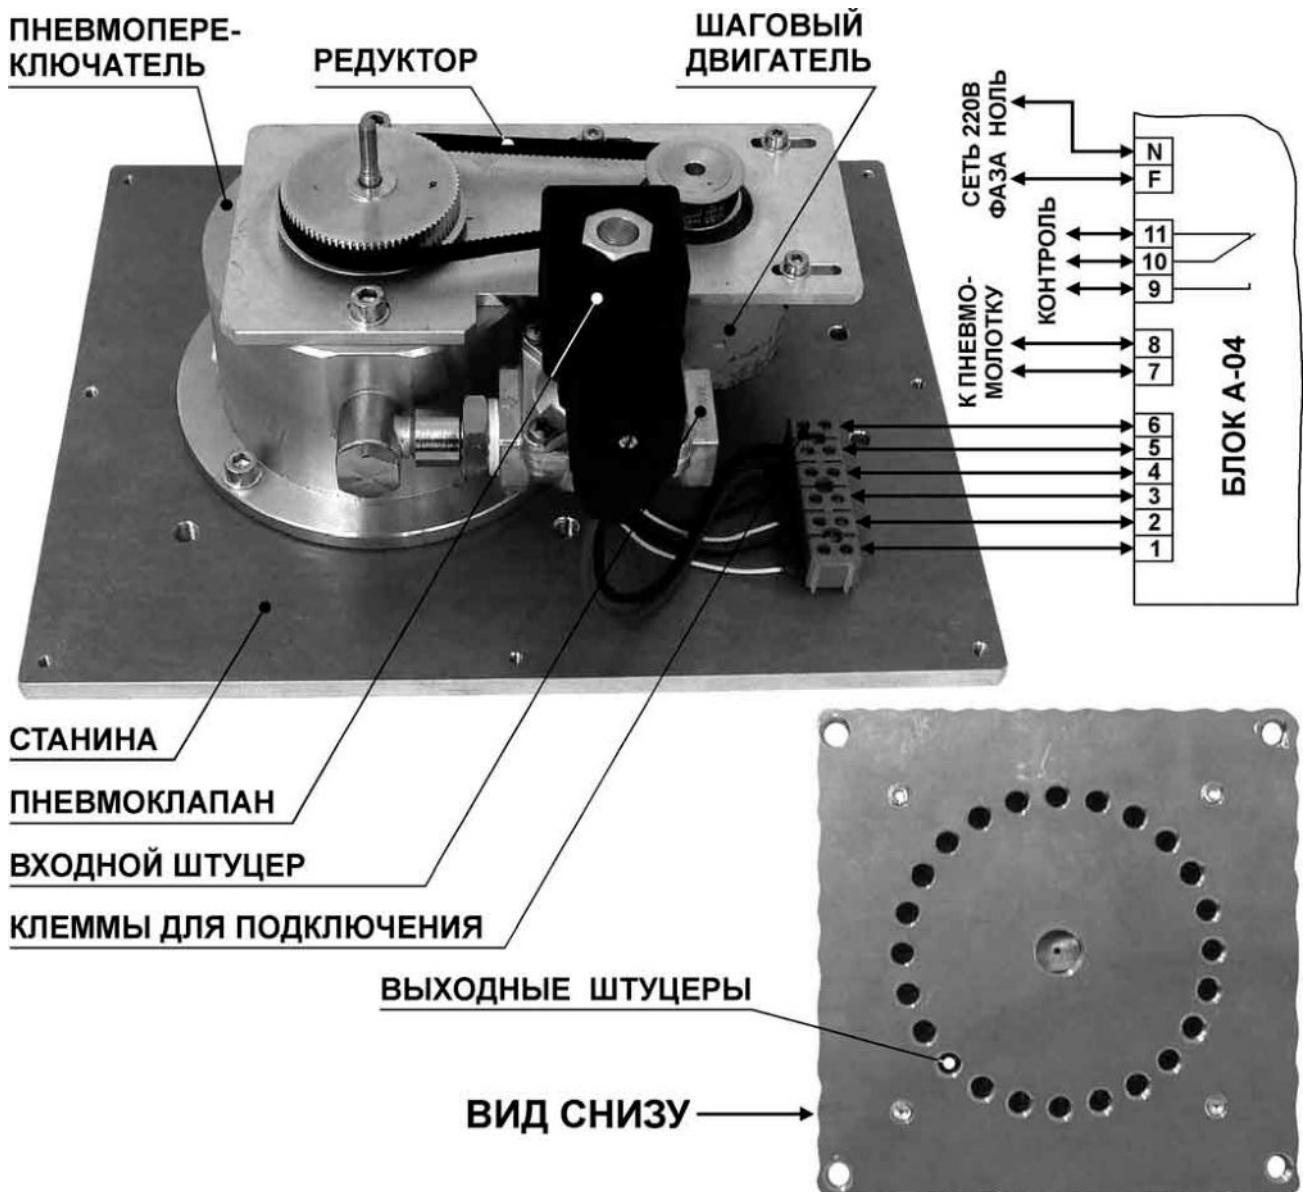
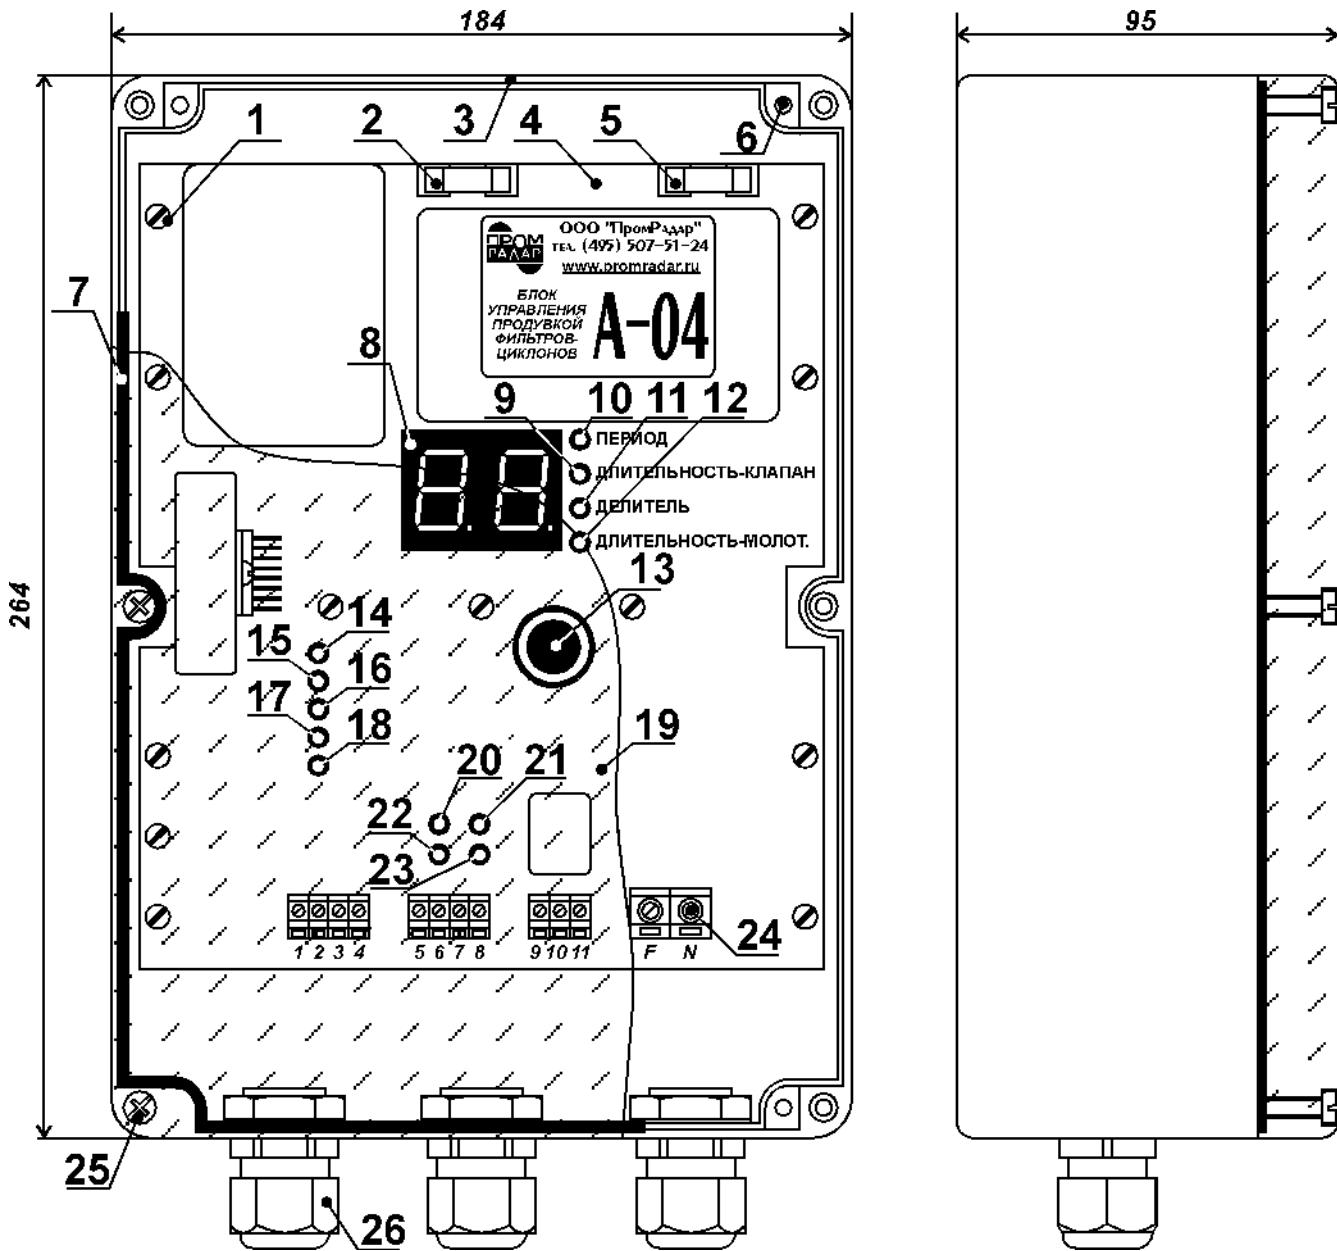

Рис. 1. Электромеханический пневмораспределитель.
Рис. 2. Конструкция блока А-04.
Блок используется совместно с 24-канальным электромеханическим пневмораспределителем (рис. 1) производства итальянской фирмы Ostim (далее – «распределитель»).
Конструкция блока показана на рис. 2. Электрическая схема блока собрана на печатной плате (поз. 4), которая саморезами (поз. 1) закреплена в корпусе (поз. 3).
7.5. Схема подключения внешних цепей к клеммам блока показана на рис. 1 (стр. 3). При отсутствии на электромеханическом распределителе нумерации клемм необходимо пронумеровать клеммы распределителя цифрами от 1 до 6, начиная с нижней по рис. 1 клеммы. Для подключения распределителя к блоку следует соединить между собой клеммы с одинаковыми номерами.
7.7. Для дистанционного контроля за работой блока следует использовать перекидную группу контактов электромагнитного реле, подключённую к клеммам 9 – 11 блока (рис. 1).
В процессе работы на цифровом табло [поз. 8 на рис. 2] отображается время, оставшееся до выдачи очередного импульса на пневмоклапан.
8.2. Для того, чтобы изменить параметры управляющих сигналов, следует нажать на энкодер [поз. 13 на рис. 2]. При каждом нажатии последовательно включается один из светодиодов [поз. 10, 9, 11 и 12 на рис. 2], указывая на то, какой из параметров может быть изменён. Уменьшение введенного значения осуществляется поворотом энкодера против часовой стрелки, а увеличение - поворотом по часовой стрелке. Текущее значение параметра отображается на цифровом табло [поз. 8 на рис. 2].
8.4. На печатной плате блока установлено два плавких предохранителя, включённых в цепи сетевого напряжения. Один из них [поз. 2 на рис. 2] защищает обмотки шагового электродвигателя при отказе модуля электропитания с выходным напряжением 12 В. Второй предохранитель [поз. 5 на рис. 2] обеспечивает защиту катушек пневмоклапана и пневмомолотка при отказе модуля электропитания с выходным напряжением 24 В.
8.5. Светодиодные индикаторы [поз. 14, 15, 16 и 17 на рис. 2] зелёного цвета являются служебными и отображают состояние входных сигналов, подаваемых на узел управления шаговым электродвигателем распределителя.
8.6. Светодиодный индикатор [поз. 18 на рис. 2] красного цвета срабатывает при токовой перегрузке или коротком замыкании в любой из внешних цепей: в обмотках шагового электродвигателя, в катушке пневмоклапана или в катушке пневмомолотка.
8.7. Индикатор [поз. 20 на рис. 2] зелёного цвета отображает наличие управляющего импульса на катушке пневмоклапана. При токовой перегрузке или коротком замыкании в катушке пневмоклапана одновременно с ним загорается индикатор [поз. 22 на рис. 2] красного цвета.
8.8. Индикатор [поз. 21 на рис. 2] зелёного цвета отображает наличие управляющего импульса на катушке пневмомолотка. При токовой перегрузке или коротком замыкании в катушке пневмомолотка одновременно с ним загорается индикатор [поз. 23 на рис. 2] красного цвета.
8.9. Если индикатор красного цвета [поз. 18 на рис. 2] горит постоянно, а ни один из индикаторов [поз. 22 или поз. 23 на рис. 2] не срабатывает, то это указывает на токовую перегрузку или короткое замыкание в обмотках шагового двигателя, подключённых к клеммам 1 – 4 блока.
8.10. При отсутствии на блоке питающего напряжения, а также при первом срабатывании любого из индикаторов токовой перегрузки [поз. 18, поз. 22 или поз. 23 на рис. 2], контакты электромагнитного реле, подключенные к клеммам 9 – 11 блока, переходят в положение, показанное на рис. 1. После устранения причин токовой перегрузки следует кратковременно снять с блока питающее напряжение. После этого при нормальной работе блока контакты реле замкнут между собой клеммы 9 и 10.